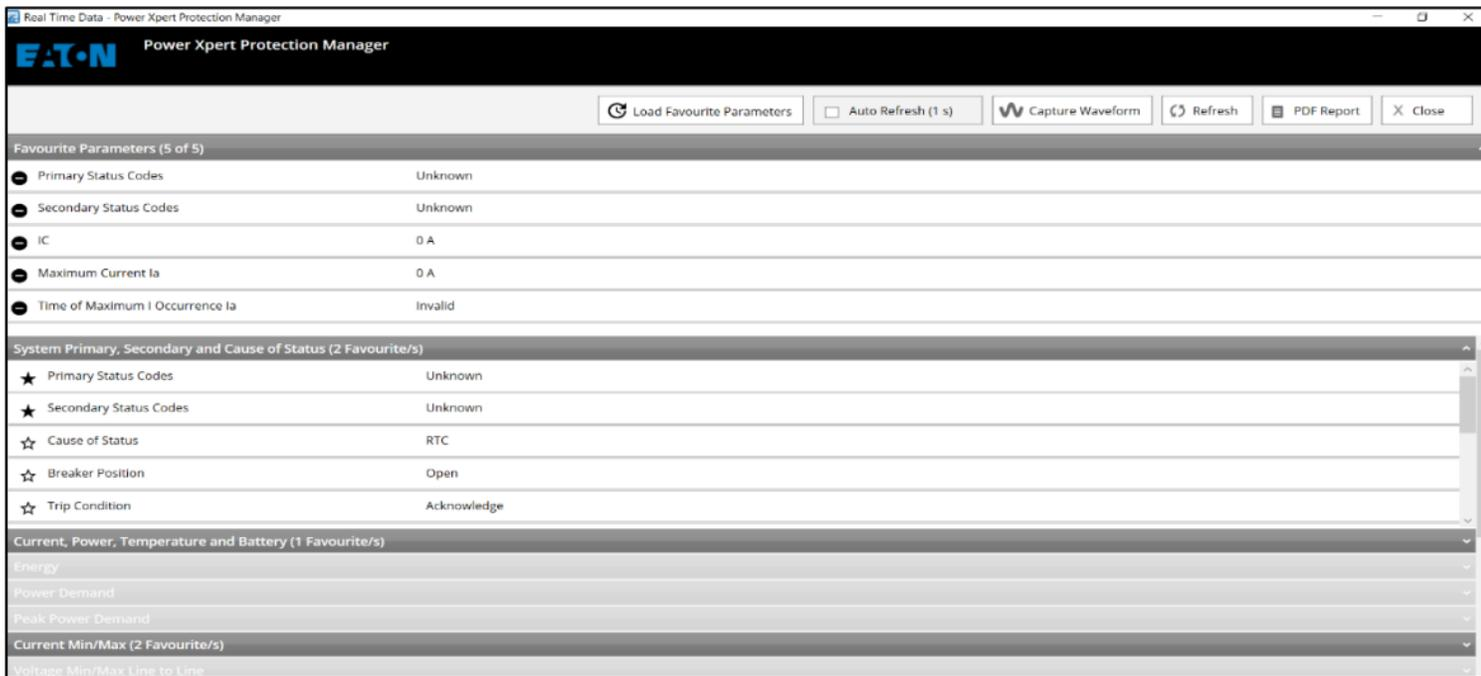

图 45: 实时数据
**实时数据**屏幕（图 45：实时数据屏幕）可提供关于 PXR 脱扣单元所有状态和计量数据的信息。用户可以展开每个标题以查看嵌套的数据。可用数据基于所连接的特定脱扣单元而定。并非所有 PXR 脱扣单元样式支持所有参数。
PXR 脱扣单元允许用户手动捕捉电流和/或电压波形。首先，单击图 45：实时数据屏幕所示的**捕捉波形**按钮。然后，PXR 脱扣单元将捕捉一个完整周期的波形，并将其传输到 PXP 软件上显示。